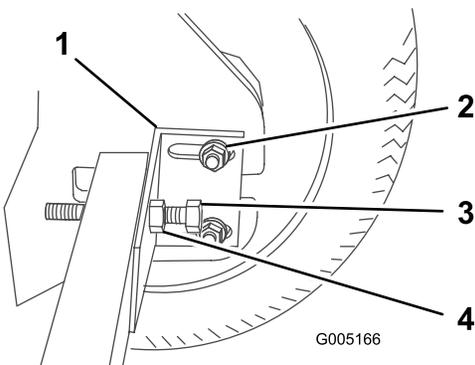

Figura 32
7. Apriete el soporte de retención 3,8 a 6,35 cm (1-1/2 a 2-1/2 pulgadas) del eje contra el eje y el bastidor, luego apriete la tuerca del perno para sujetarlo (Figura 32) ; apriete la tuerca a 40,7 Nm (30 pies-libra).
3. Afloje las tuercas que sujetan el soporte de retención del eje (Figura 32).
4. Afloje la tuerca del perno tensor de la cadena y afloje el perno (Figura 32).